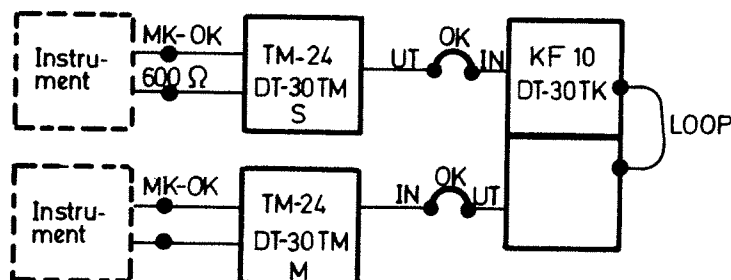
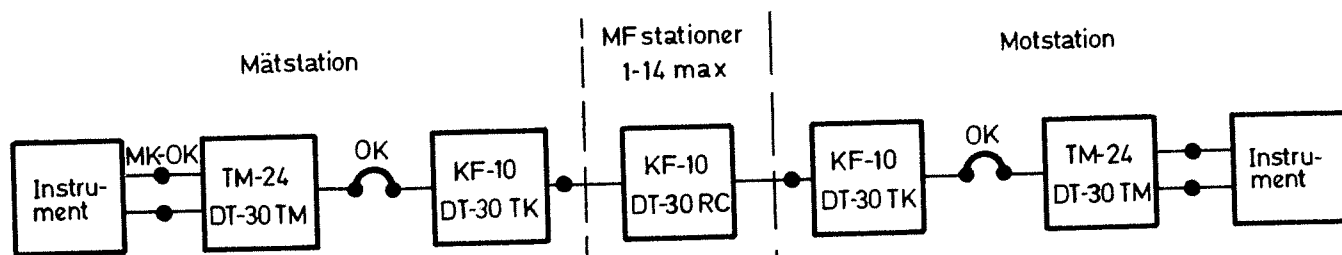

Bild 2
Bild 3
| PCM-signal till terminal- först |  | $2,37 \text{ V} \pm 0,25 \text{ V}$ | bild 2 |
3.6.1 Koppla upp enligt bild 2 eller bild 3. Utför därefter mätningar enligt avsnitten 3.4.2-3.4.12 i underhållsföreskrift för TM-24, TOMT 856-184.